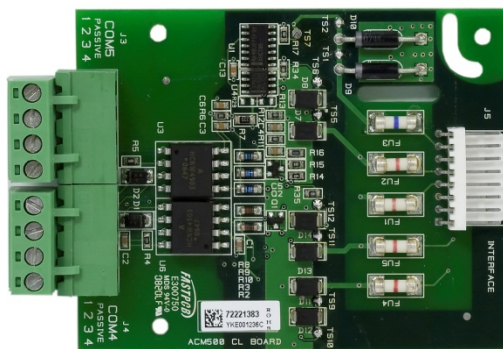
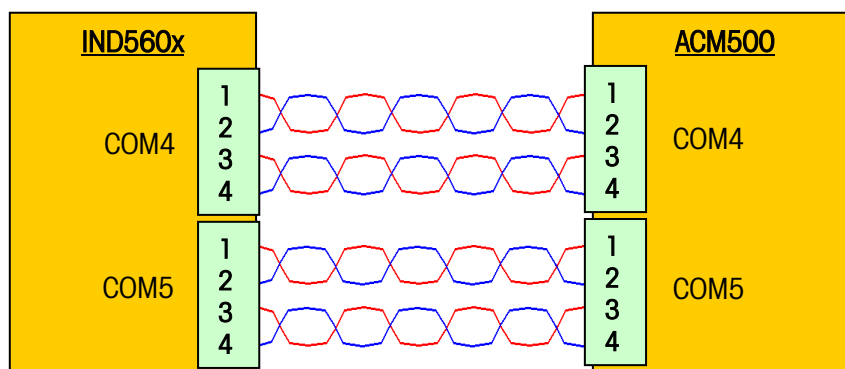

Figura 3-11: Scheda di interfaccia ad anello di corrente
Figura 3-12: Cablaggio di interfaccia seriale
4. Seguire le connessioni di cablaggio mostrate nella Figura 3-12 e nella Tabella 3-3. Vedere la Figura 3-11 per capire le posizioni del terminale. Mantenere i cavi interni corti per praticità.
6. Seguire le connessioni di cablaggio mostrate nella Figura 3-12 e nella Tabella 3-3. Vedere la Figura 3-11 per capire le posizioni del terminale. Mantenere i cavi interni corti per praticità.